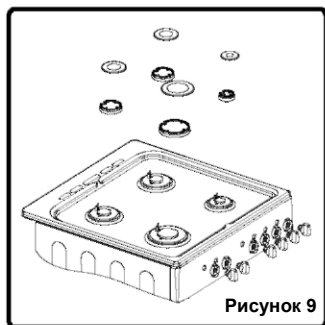

Рисунок 9
- Снимите крышку конфорки и переходник (Рисунок 9).